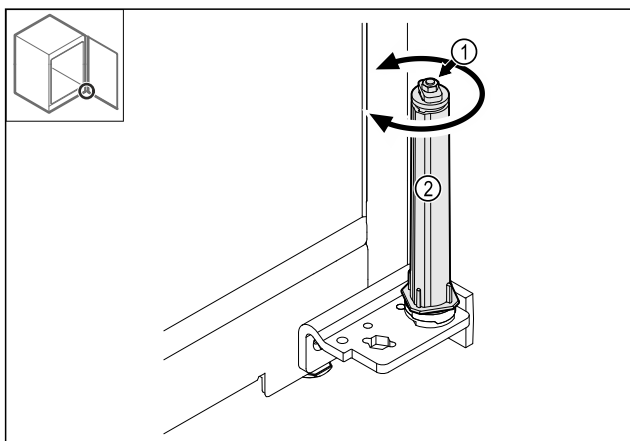

Fig. 36
- ▶ Ne razstavljajte vijalne povezave Fig. 36 (1) sistema za zaklepanje.
- ▶ Obrčajte sistem za zaklepanje Fig. 36 (2), dokler ne klikne.